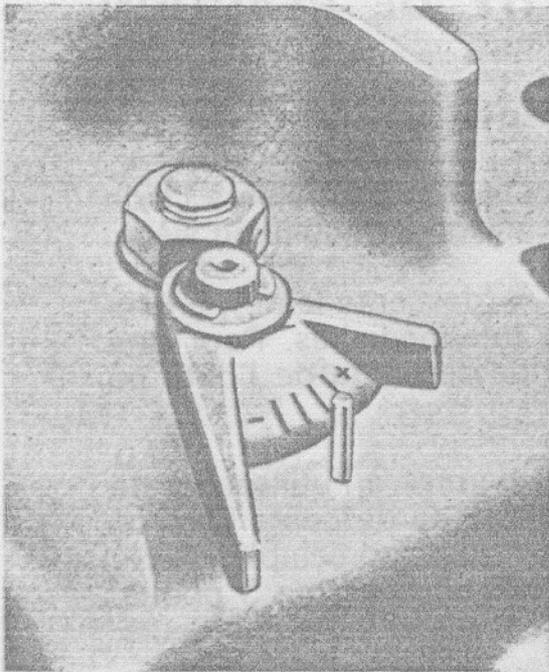

Fig. 41
Observation : Régler la vitesse de descente en modérant le déplacement de la manette de commande ou en agissant sur la manette contrôlant la vitesse de descente (voir page 49 fig. 41).
- En agissant sur la manette de contrôle de vitesse de descente (voir page 49 fig. 41).